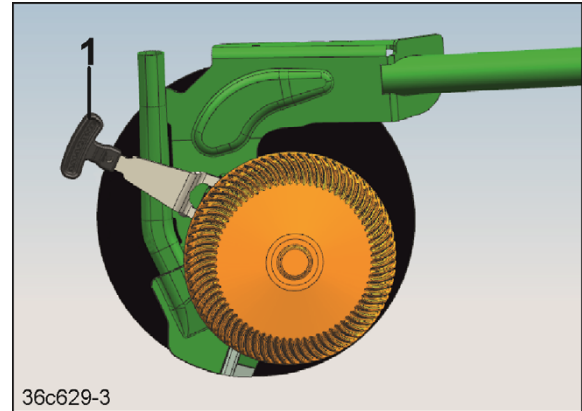

Fig. 178
2. Sett festet til dybdeføringsskiven/-hjulet i det nødvendige hullet. Spaken (Fig. 178/1) brukes til betjening av dybdeføringsskiven/-hjulet.